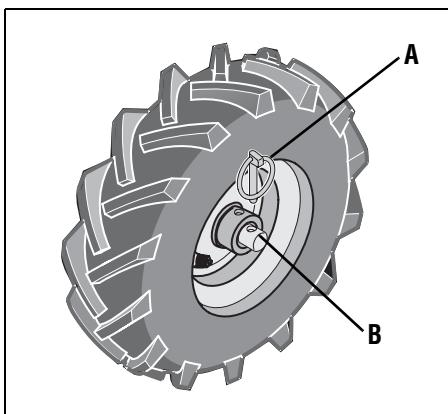

Figura 3-3: Posición RUEDAS LIBRES.
5. PARA EL MODO DE RUEDAS LIBRES (Figura 3-3): Deslice la rueda hacia adentro e inserte el pasador Klik (A, Figura 3-3) únicamente a través del orificio del eje de la rueda (B). Repita con la otra rueda y luego retire el soporte que está debajo de la transmisión.